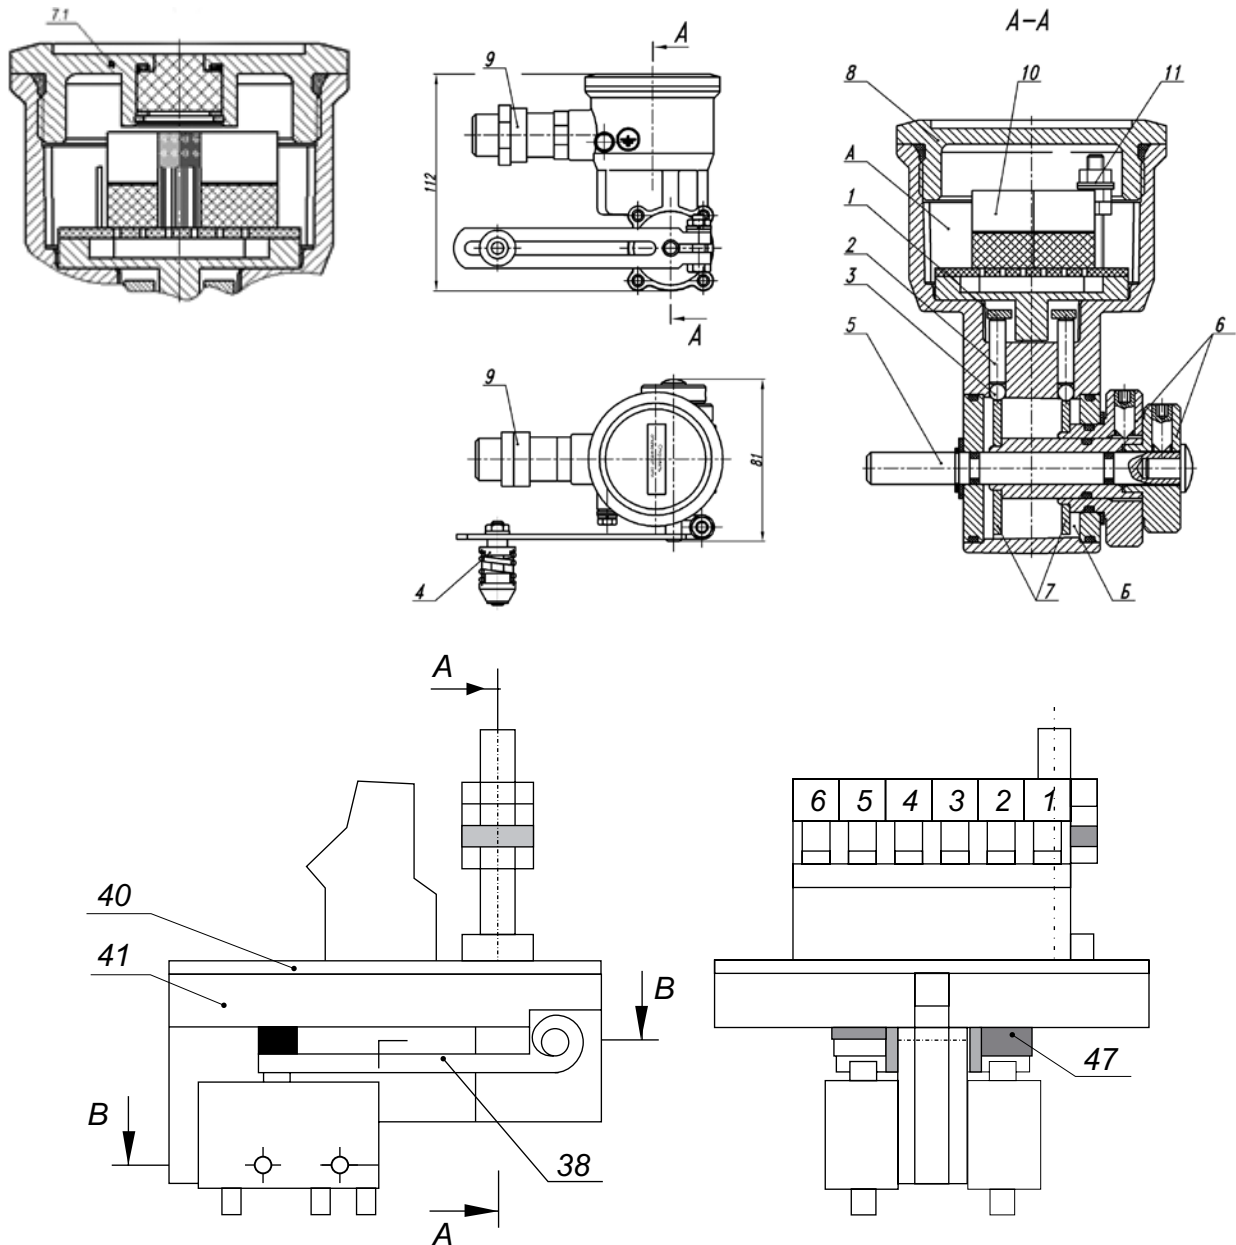

Рис.64 Конструкция и габаритные размеры КВД 610d, 610i
КВД представляет собой литой моноблок (рис. 64), разделенный на две зоны: электрическую и механическую. Принцип действия заключается в срабатывании микропереключателей или магниторезистивных датчиков под действием механизма, состоящего из подпружиненных рычагов (47, 38) с толкателями (22) шариков (36), на которые, в свою очередь, действует механическая часть КВД, связанная непосредственно со штоком исполнительного механизма. Связь осуществляется через рычаг (2), ось (10), регулировочные втулки (12,14) и жестко закрепленные на втулках профильные кулачки (15,16). Крышка (7) обеспечивает доступ к монтажу внешнего кабеля и фиксируется стопорным винтом.